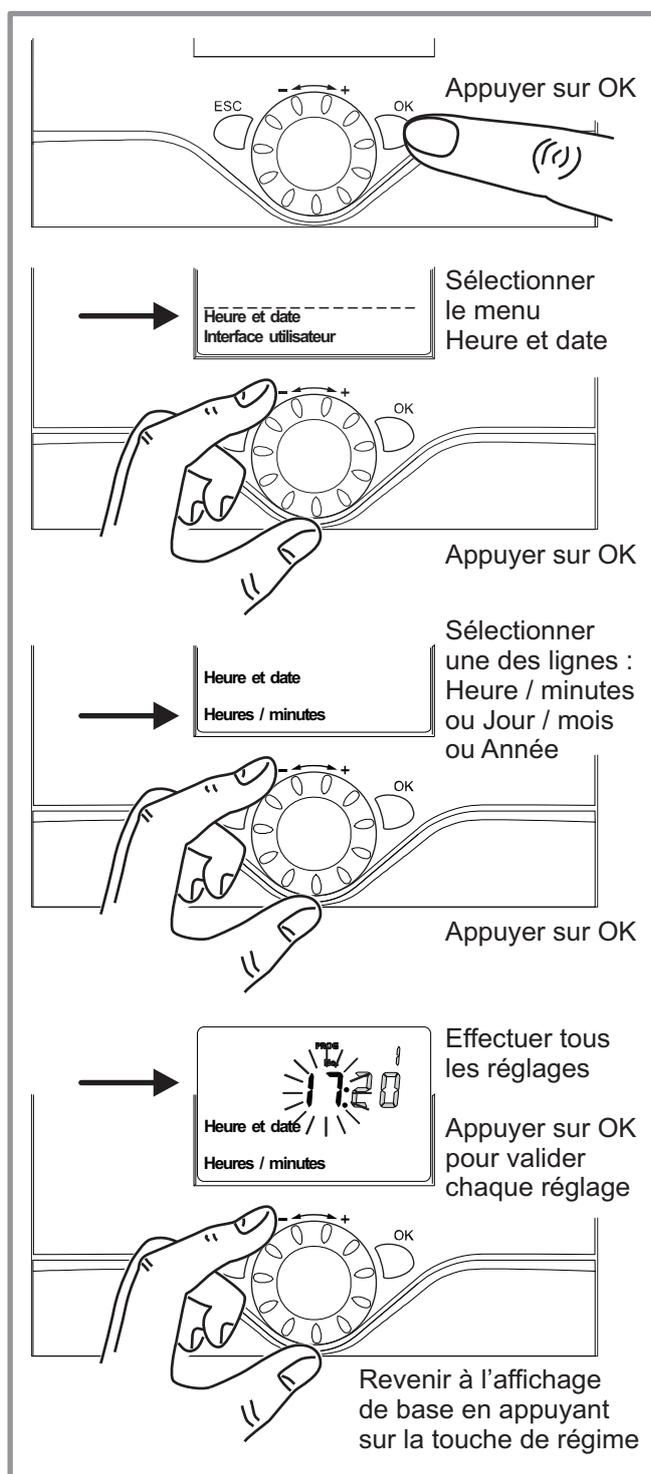

figure 29 - Réglage de l'heure et de la date
- Régler l'heure et la date en cours (figure 29).